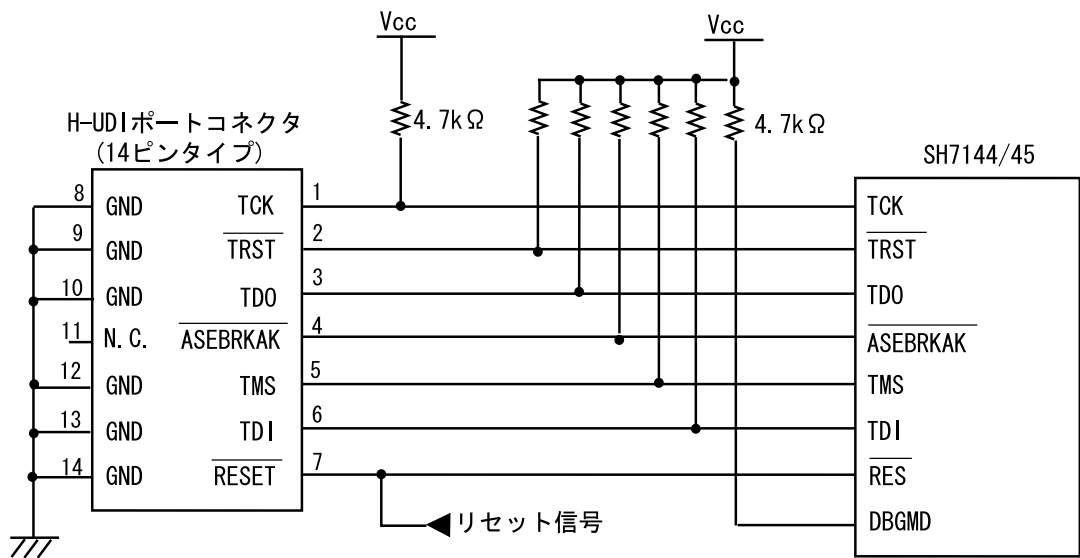

図 1.7 E10A 使用時の H-UDI ポートコネクタ - チップ間の推奨接続例(14 ピンタイプ)
E10A エミュレータ使用時の H-UDI ポートコネクタ(14 ピンタイプ)とチップ間の推奨接続例を図 1.7 に示します。
6. 図 1.7 に記載されている抵抗値は、参考値です。